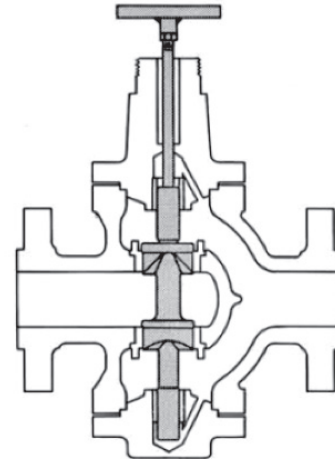

Abbildung 5
- H. Zwei oder drei Teile der Packung (17) in die Stopfbuchspackung einsetzen, um die Führung von Schaft und Verschlusssteil während des Läppens zu verbessern.
- I. Eine mit einem T-Griff versehene Stange mit Gewindebohrung auf den Ventilschaft aufsetzen und mit einer Kontermutter sichern. (Siehe Abbildung 5).